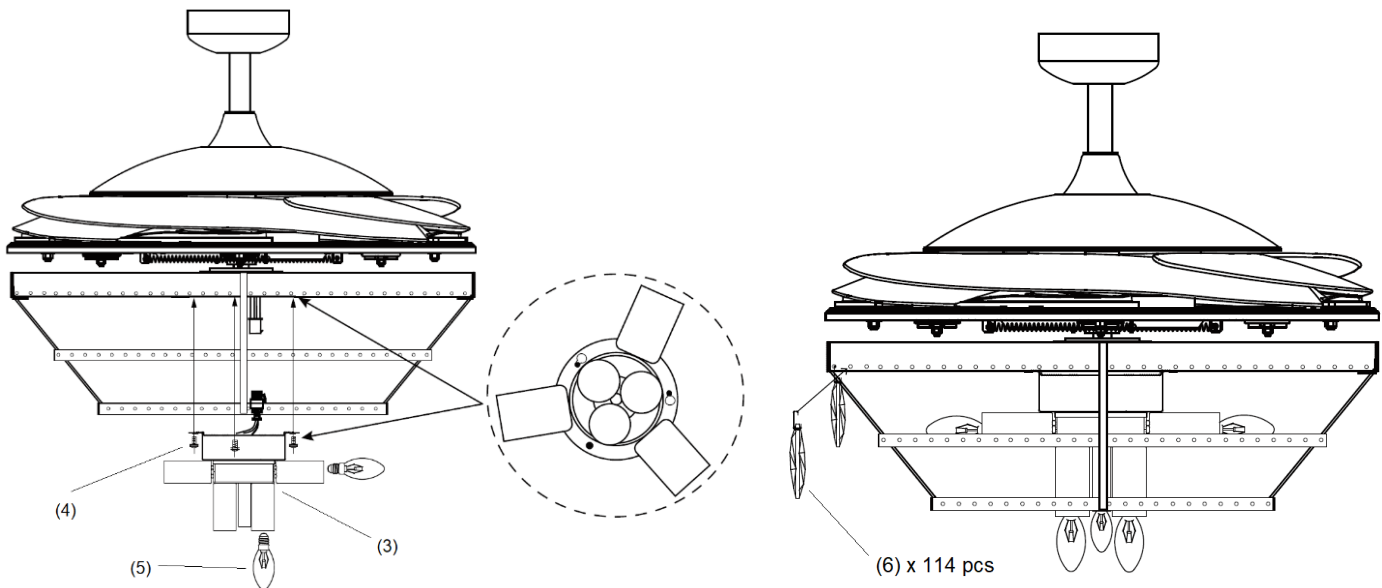

Abb. 7
4. Schließen Sie die Schnellkupplung am Lampenhalterungsteil (3) an. (Abb. 7)
5. Ziehen Sie den Lampenhalterungsteil (3) mit den drei Schrauben (4) an der Halterung des Beleuchtungssets fest. Überdrehen Sie die Schrauben nicht.
6. Installieren Sie die Leuchtkörper (5) an den Lampenhaltern. Die maximale Nennleistung darf nicht überschritten werden.
7. Installieren Sie die Dekortropfen (6) am Beleuchtungsset.